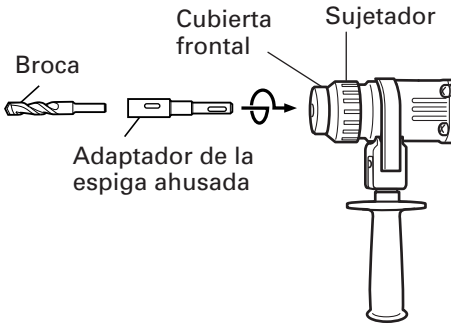
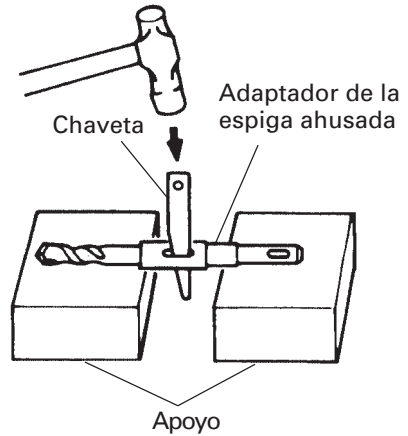

Fig. 11
Fig. 12
- (1) Montar el adaptador de la espiga ahusada en el martillo giratorio (Fig. 11).
- (2) Montar la broca (espiga ahusada) en el adaptador de la espiga ahusada (Fig. 11)
- (3) Poner el interruptor en la posición de encendido (ON), y taladrar un agujero de la profundidad especificada.
- (4) Para quitar la broca (espiga ahusada), insertar la chaveta en la ranura del adaptador de la espiga ahusada y golpear la cabeza de la chaveta con un martillo. Usar apoyos como se muestra en la Fig. 12.